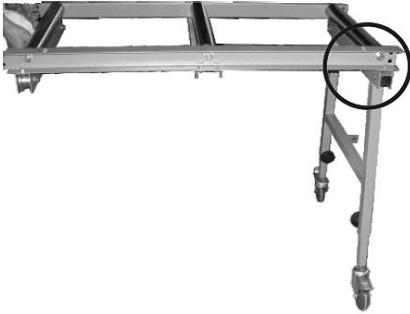

Abb. 20: Rollentisch montieren
Schritt 7: Verbinden Sie die Stützfüße mit dem Rollentisch (Abb.20) mit Hilfe der Sechskantschrauben M8x16mm und M8-Muttern.